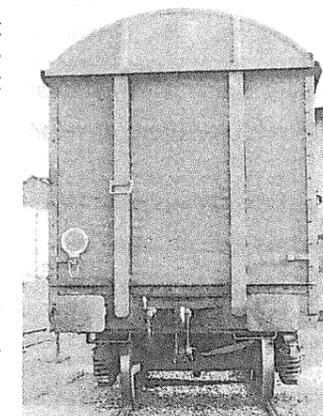

Figure 1
- le jour, la signalisation d'arrière est constituée par une plaque de queue (fig. 1) ou par une ou deux lanternes de queue non allumées;